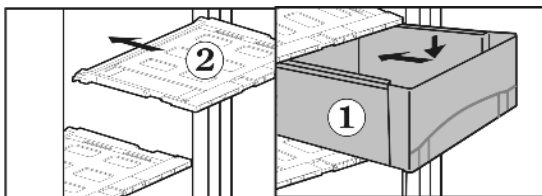

Fig. 6
- Remettre en place le couvercle du tiroir Fig. 6 (2) : Introduire les barrettes du couvercle du tiroir par le bas dans les supports de logement arrière et faire encliqueter dans le support avant.
- Placer les tiroirs Fig. 6 (1) sur les glissières et les insérer complètement jusqu'à ce que le tiroir encliquette de manière audible.